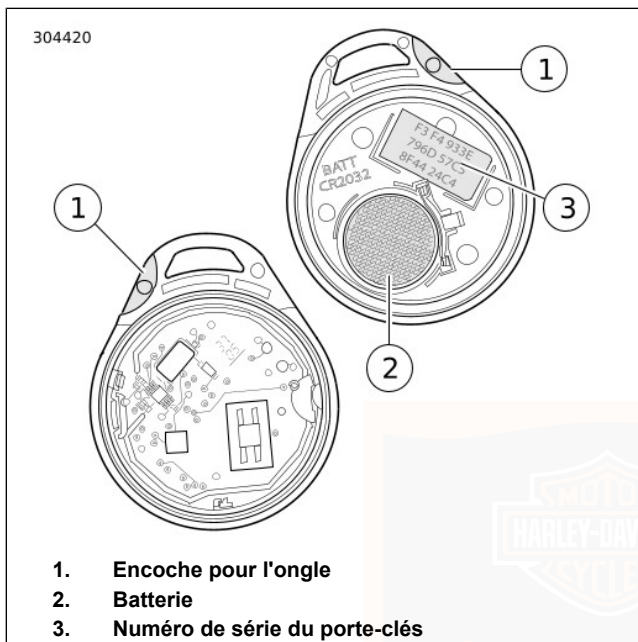

Figure 44. Pile pour porte-clés
1. Voir Figure 44. Tourner lentement une lame mince dans l'encoche pour ongle (1) sur le côté du porte-clés pour séparer les deux moitiés.
2. Retirer la pile (2) et la jeter.